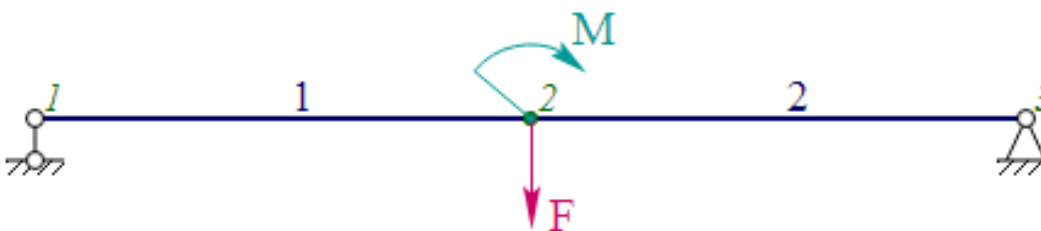

Рисунок 3 – Схема балки к заданию 3
3. Определите реакций связей и постройте эпюры поперечных сил и изгибающих моментов (рисунок 3). Заданы значения активных сил и моментов: $F = 3 \text{ кН}$, $M = 30 \text{ кН}\cdot\text{м}$. Длины участков балки равны: $l_{12} = 2 \text{ м}$, $l_{23} = 7 \text{ м}$.